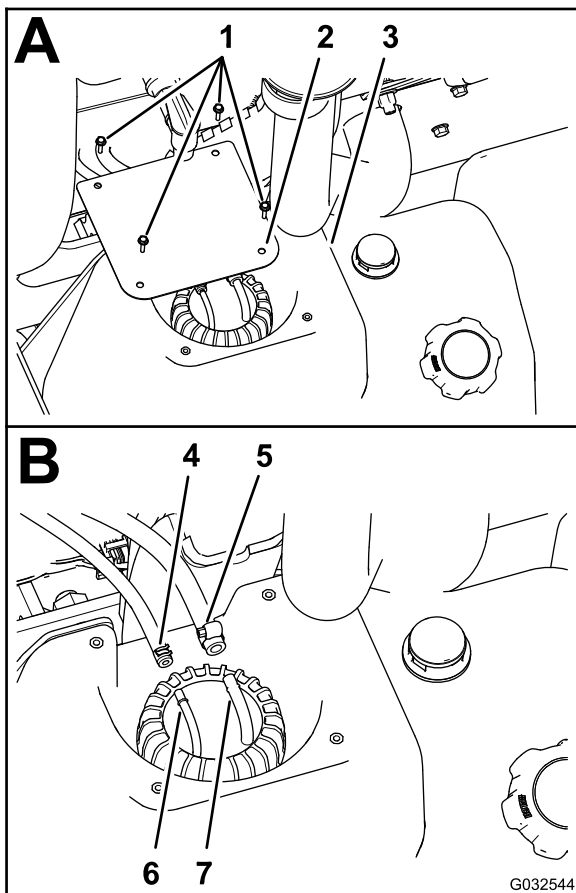

Figura 81
2. En el depósito de combustible, retire los 4 tornillos (Nº 10 x 3/4") que sujetan la tapa a la parte superior del depósito de combustible, y retire la tapa (Figura 81, A).
3. Afloje las abrazaderas que sujetan las 2 mangueras de combustible a los 2 acoplamientos de manguera, en la parte superior del conjunto de tuberías de combustible (Figura 81, B).
4. Desconecte las dos mangueras de los acoplamientos, y vacíe cualquier combustible que queda en la manguera en un recipiente de combustible homologado (Figura 81, B).
4. Monte la manguera de combustible de 6.4 mm (¼") sobre el acoplamiento de manguera de 6.4 mm (¼"), y sujete la manguera al acoplamiento con la abrazadera (Figura 81, B).
5. Monte la manguera de combustible de 8 mm (5/16") sobre el acoplamiento de manguera de 8 mm (5/16") , y sujete la manguera al acoplamiento con la abrazadera (Figura 81, B).
6. Monte la tapa en el depósito (Figura 81, A) con los 4 tornillos (Nº 10 x ¾") que retiró en el paso 2 de Retirada del filtro de combustible del depósito \(página 66\).